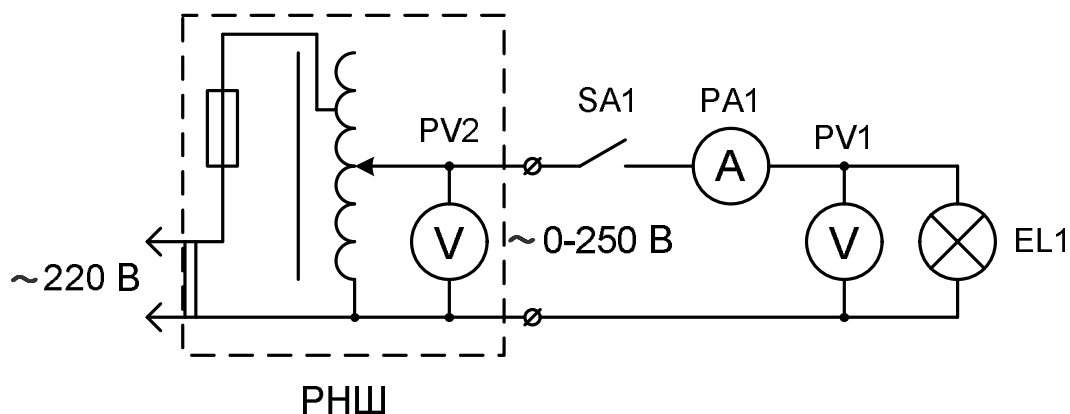

Рис. 11
1. Електричне коло в цьому завданні (див. рис. 11) складається з джерела змінної напруги – регулятора напруги РНШ, який живиться від мережі змінного струму з напругою 220 В, споживача – лампи розжарення EL1, розрахованої на напругу 220 В потужністю 100-150 Вт (або лабораторної електроплитки потужністю 300 Вт), демонстраційного амперметра PA1, демонстраційного вольтметра PV1 і ключа SA1.